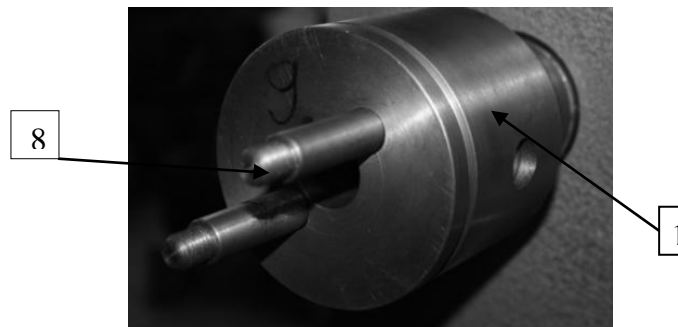

Рис. 15 Монтаж шпилек на втулку-фланец
1. Производим монтаж шпилек 8 на втулку-фланец 1 рис. 15.